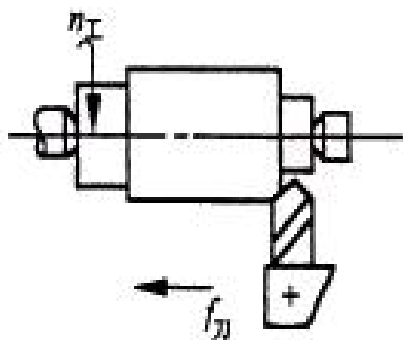

图 1
1. 试分析图 1 所示的加工情况，加工后工件表面会产生何种形状误差？假设工件的刚度很大，且车床床头刚度大于尾座刚度。